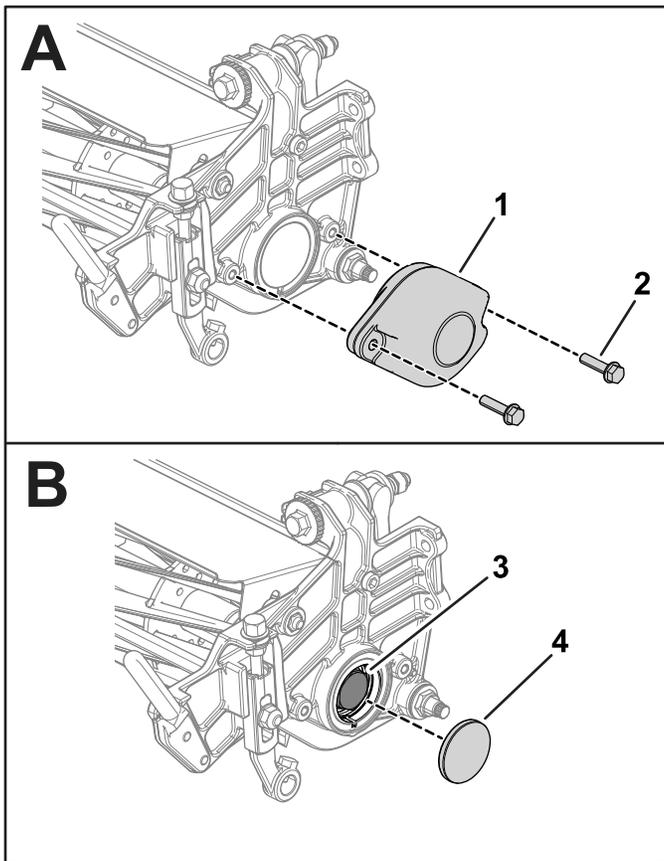

Figura 3
3. Remova os parafusos de ajuste da altura de corte e da montagem do rolo dos braços da altura de corte (Figura 3).
4. Remova os dois parafusos (5/16 pol. x 2¼ pol.) das duas porcas (mantidas cativas pela placa lateral) que prendem o contrapeso na placa lateral da unidade de corte. Retire o contrapeso (Figura 3).
6. Retire a tampa e exponha a porca do rolamento (Figura 3).
7. Desmonte a porca do rolamento do eixo do cilindro (Figura 3).